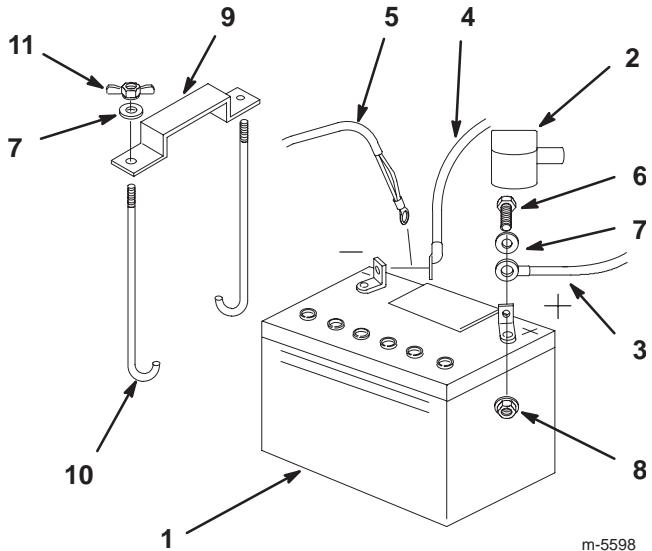

Bild 59
- Legen Sie die Batterie in den Ständer, wobei die Klemmen zum Motor weisen (Bild 59).
- Sichern Sie die Kabel mit zwei Schrauben (1/4 x 3/4"), 2 Scheiben (1/4") und 2 Klemmmuttern (1/4") (Bild 59) ab.
- Sichern Sie die Batterie mit J-Schrauben, Halteschelle, 2 Scheiben (1/4") und 2 Flügelmuttern (1/4") (Bild 59) ab.
3. Klemmen Sie zunächst das Minuskabel und den Erdungsdrat vom Minuspol (-) der Batterie ab (Bild 59).
4. Ziehen Sie die rote Polkappe vom roten Pluspol der Batterie ab. Ziehen Sie dann das rote Pluskabel ab (Bild 59).
5. Entfernen Sie beide Flügelmuttern (1/4”), die die Batterieschelle sichern (Bild 59).